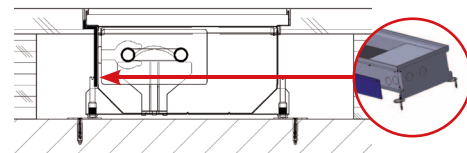

РИС. 6: Пустотелый пол – теплоизоляция для внутрипольного конвектора без вентилятора – для защиты пола со стороны теплообменника
- » В случае установки конвектора в паркетный, ламинатный или деревянный пол взвесить возможность использования теплоизоляции на наружной поверхности корпуса конвектора со стороны теплообменника (Рис. 6).